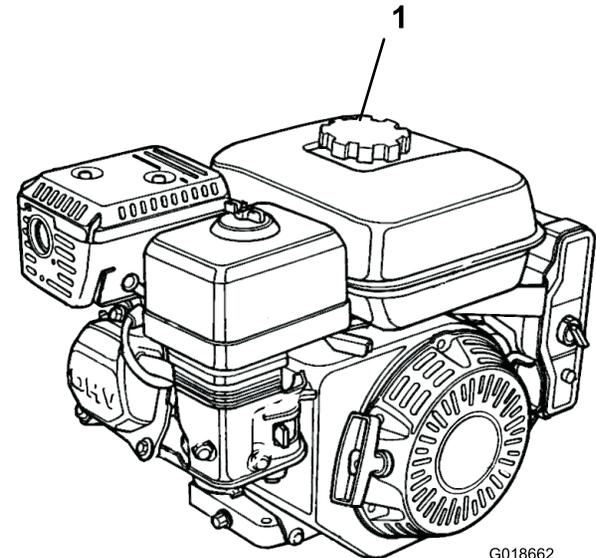

Figura 7
1. Limpie la zona alrededor del tapón del depósito de combustible y retire el tapón (Figura 7). Usando gasolina sin plomo (87 octanos mínimo), llene el depósito de combustible hasta aproximadamente 25 mm (1 pulgada) por debajo de la parte superior del